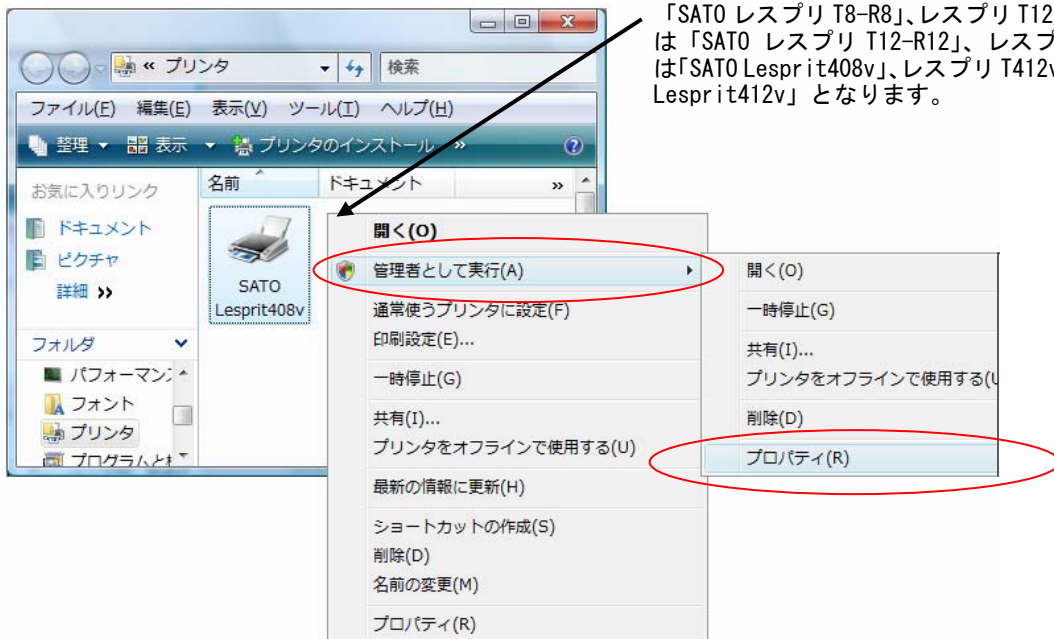

図 1.1.1. 「プリンタフォルダ」画面
Windows Vista で「印刷設定(I)」を設定するためには、**管理者権限**にて行う必要があります。管理者権限以外で設定値の変更、またはプリンタポートの追加などの処理を行っても、エラー画面が表示され、反映されません。指定の方法は、「プリンタ」フォルダの中にある、SATO Lesprit408v プリンタを選択し、「ファイル(F)」⇒「管理者として実行(A)」⇒「プロパティ(R)」と選択するか、図 1.1.1 のように SATO Lesprit408v 選択⇒右クリック⇒「管理者として実行(A)」⇒「プロパティ(R)」と選択します。
Windows Vista でのプロパティに関する設定変更は、全て **管理者権限**が必要です。従って、図 1.1.1 のように「SATO Lesprit408v」を右クリック⇒「管理者として実行 (A)」⇒「プロパティ (R)」と選択し、プリンタプロパティの「全般」タブの「印刷設定 (I)」から設定します。